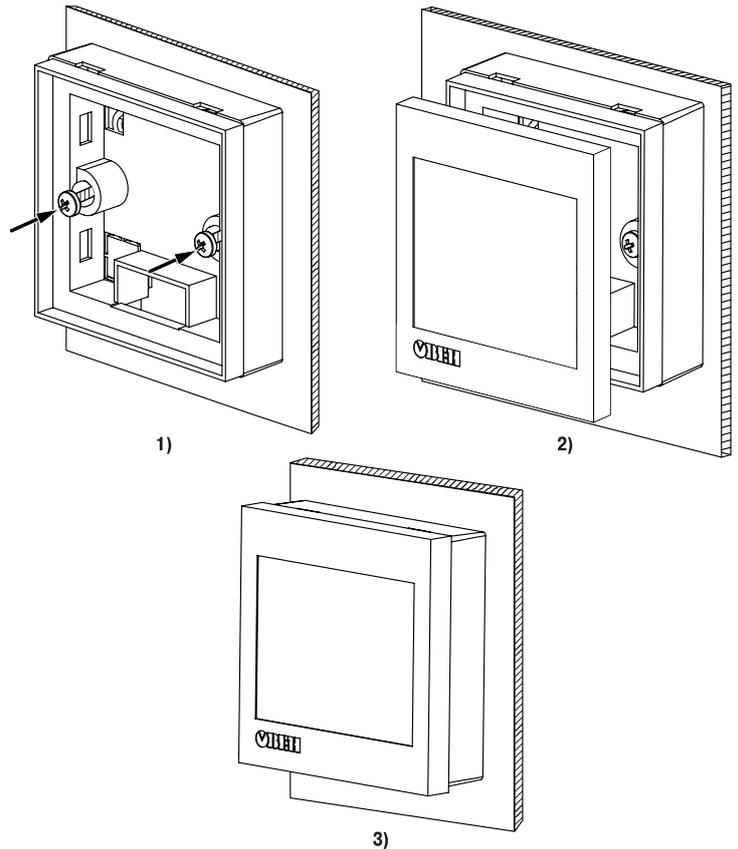

Рисунок 3 – Настенная установка
3. Закрепить кронштейн и заднюю крышку на поверхности с помощью крепежных элементов из комплекта поставки (см. рисунок 3, 1).
4. Установить (зашелкнуть) пульт на заднюю крышку с кронштейном (см. рисунок 3, 2).